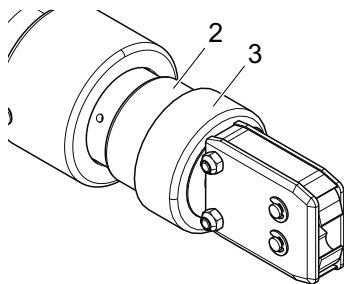

Fig. 13: Ruotare la testa della pinza
2. Afferrare la testa della pinza nell'area 2 (Fig. 13/2) e ruotarla nella posizione desiderata.